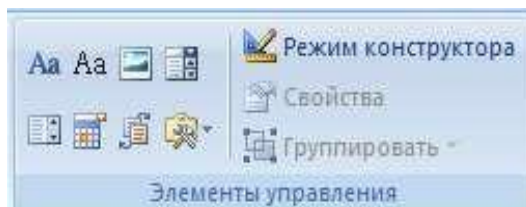

Рисунок 9. Группа ЭЛЕМЕНТЫ УПРАВЛЕНИЯ
- на вкладке РАЗРАБОТЧИК в группе ЭЛЕМЕНТЫ УПРАВЛЕНИЯ нажмите кнопку РЕЖИМ КОНСТРУКТОРА (см. рис. 9);